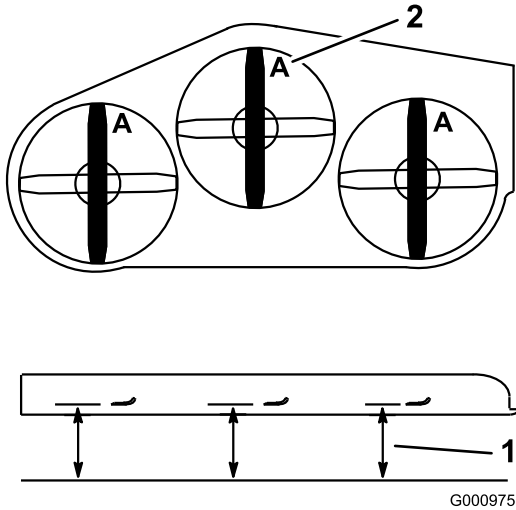

Figura 99
- Girate le lame fino a disporle in parallelo con la lunghezza della macchina (Figura 99).
- Misurate da un piano orizzontale fino al tagliente delle lame, posizione A, (Figura 99).